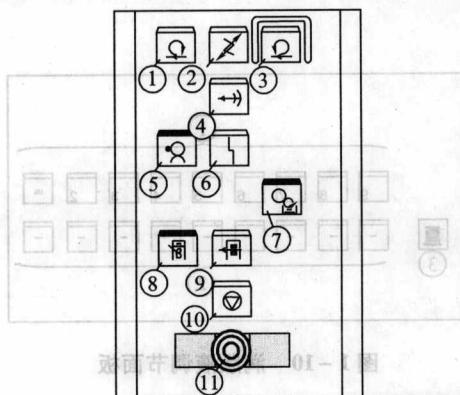

图 1-5 上光单元操作面板
上光单元操作面板如图 1-5 所示，各按键的功能与作用如下：①—正点按键；②—安全开关按键；③—反点按键；④—爬行速度按键；⑤—上光辊离/合键；⑥—故障显示键；⑦—上光辊停止转动；⑧—合压按键；⑨—生产按键；⑩—停止按键；⑪—紧急停机键。